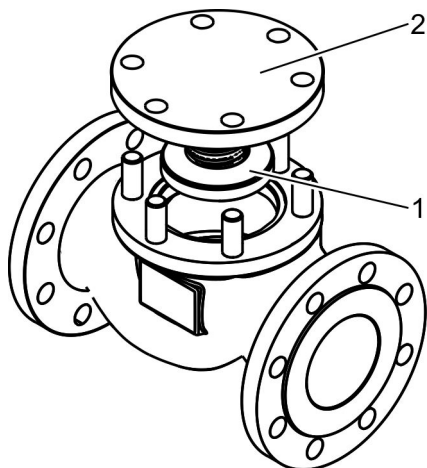

Fig. 10 : Mise en place de l'organe d'obturation
9. ➤ Selon la version de la vanne, insérer délicatement le couvercle anti-retour (Fig. 10 /2) avec l'organe d'obturation (Fig. 10 /1) sur les goujons filetés du carter avec l'aide d'une deuxième personne.